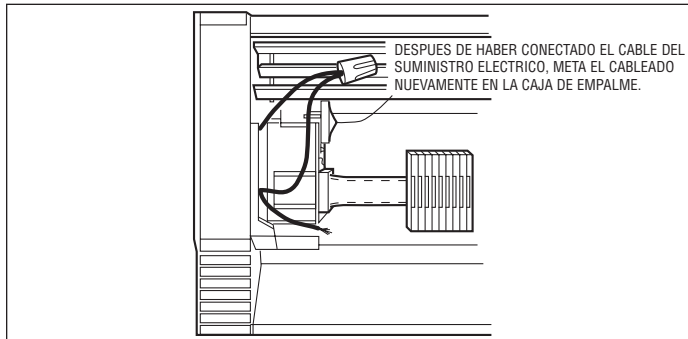

Figura 8. Cableado pasando a través de la Abertura de la Caja de Empalme
- Si el suministro eléctrico va a alimentar a los calentadores comenzando desde la caja de empalme que está adyacente a otro calentador, es más fácil hacer las conexiones de éste primero antes de realizar la instalación del calentador(es) a la pared. Si ello no es posible, las conexiones se pueden hacer a través de las aberturas que existen en las cajas de empalme cuando se quita la cubierta(s) frontal. Estudie la Figura 8.